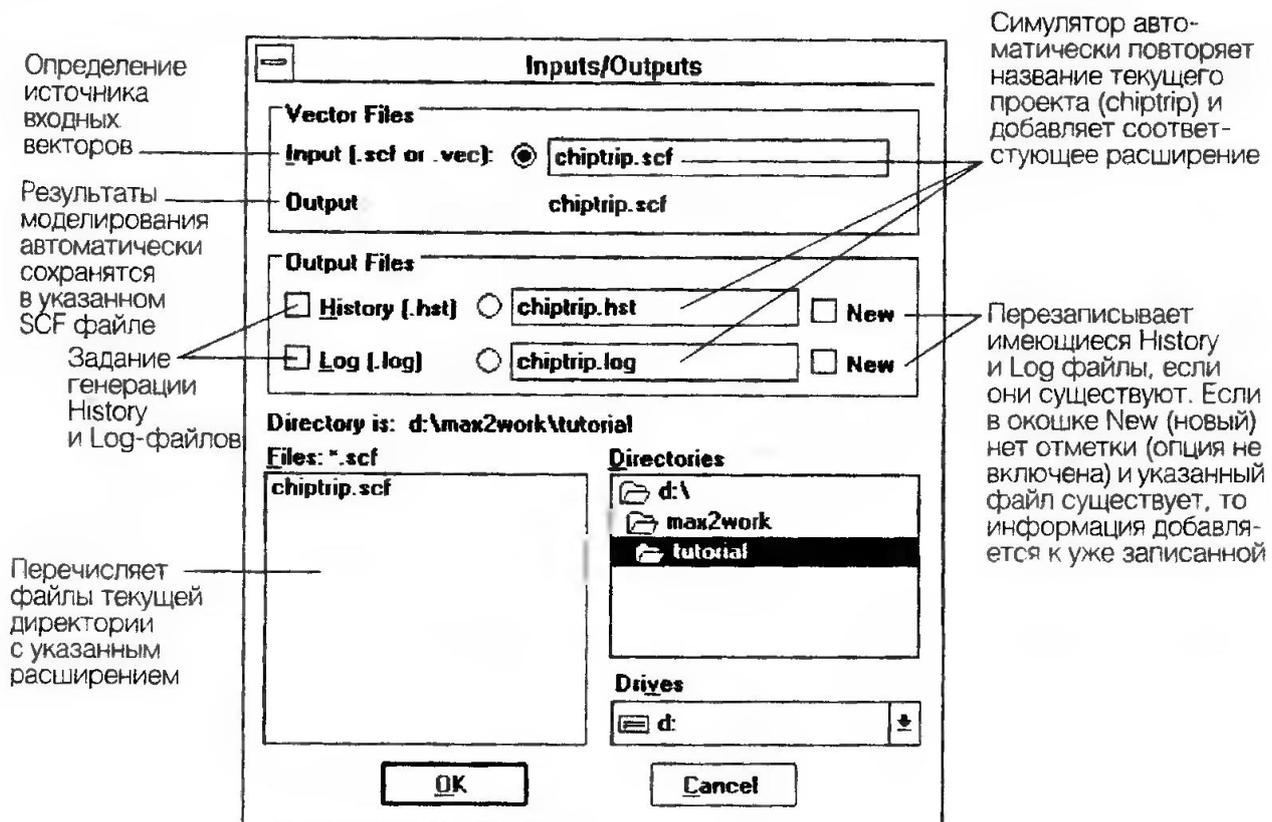

Рис. 2.59
1. Выберите **Inputs/Outputs** из меню **File** или дважды щелкните кнопку 1 в поле *Simulation Input* (входные вектора для моделирования) в окне симулятора. На экране отобразится диалоговое окно **Inputs/Outputs** (рис. 2.59).